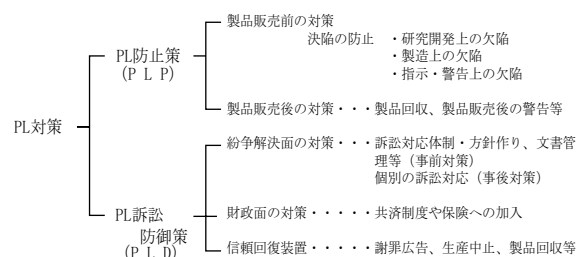

図1. PL対策の全体像
① 欠陥の発生(存在)には次の3つの要因がある。
② 上記3つの欠陥に対する対策-PL防止策及びPL訴訟防御策-について取りまとめたものを図1に示した。